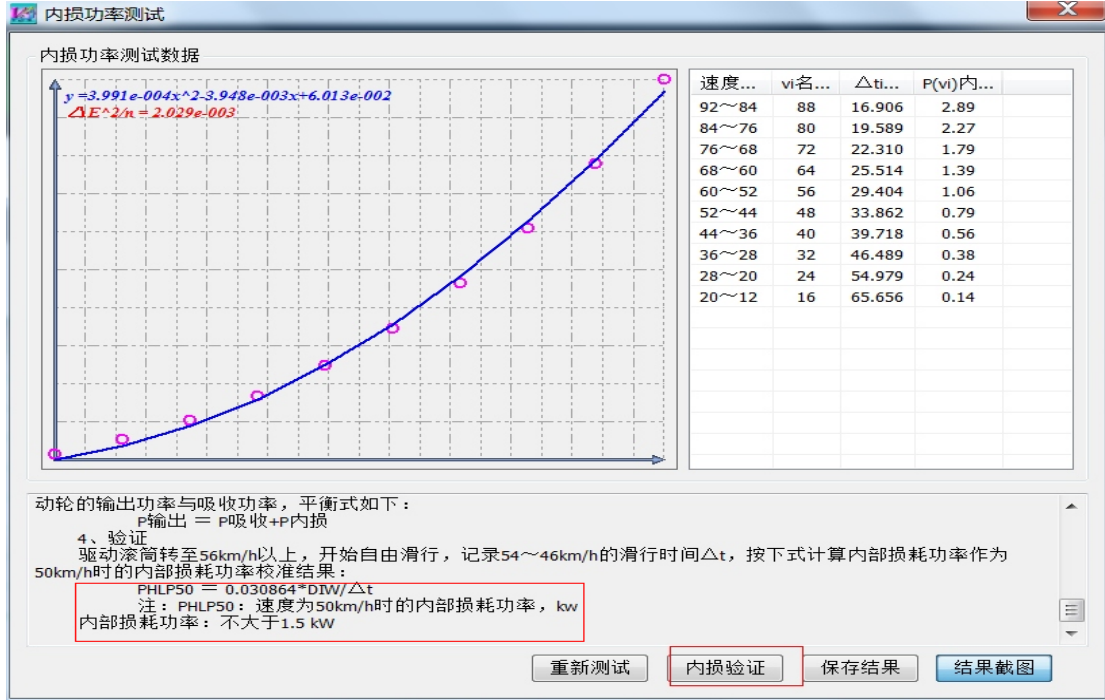

图 4.24
(2)、216 底盘测功机内损功率测试完成后还需要进行内损功率验证，要求“滚筒转到 50km/h 时的内部损耗功率即 PHLP50 应不大于 1.5kw”。如图 4.24 所示：点击操作界面右侧的“内损功率”弹出内损功率测试对话框，点“内损验证”进行内损验证测试，在对话框下面给出了内损功率验证的步骤和原理。